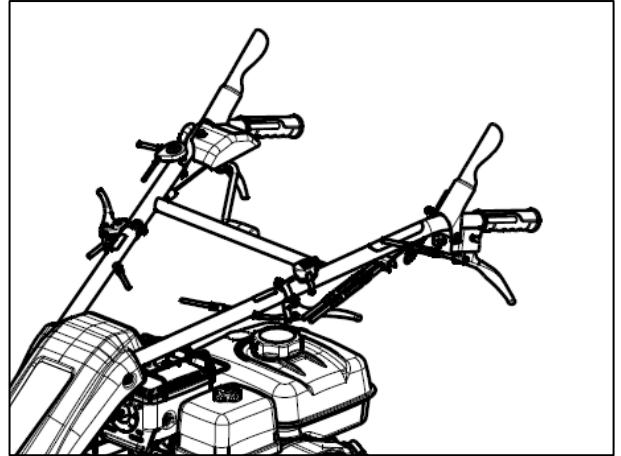

Figura 7
- Empuje hacia abajo la palanca del embrague de la cuchilla (2, Figura 7) y luego acople la palanca de tensión de la cuchilla (3, Figura 7) lentamente.